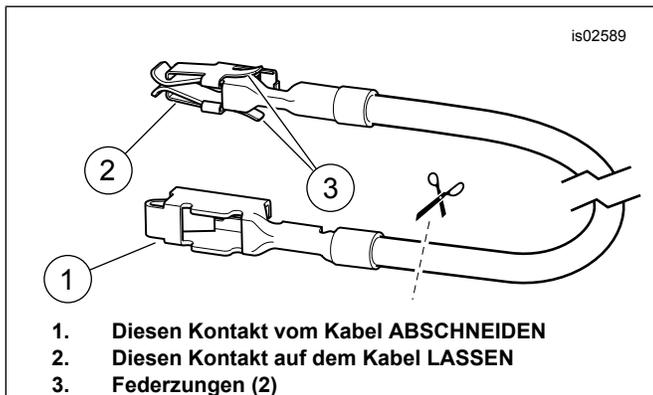

Abbildung 7. Sicherungsblock-Adapterkabel (Dyna- und Softtail-Modelle)
3. Siehe Abbildung 16. Das orange/weiße Sicherungsblock-Adapterkabel (15) aus dem Satz bereitlegen. Den Kontakt an beiden Enden notieren ( Siehe Abbildung 7. ). Nur der Kontakt mit den Federzungen passt in diesen Sicherungsblock. Den nicht benötigten Kontakt sorgfältig abtrennen und entsorgen.
- Siehe Abbildung 16. Das orange/weiße Sicherungsblock-Adapterkabel (15) aus dem Satz bereitlegen. Den Kontakt an beiden Enden notieren (siehe Abbildung 7). Nur der Kontakt mit den Federungen passt in diesen Sicherungsblock. Den nicht benötigten Kontakt sorgfältig abtrennen und entsorgen.